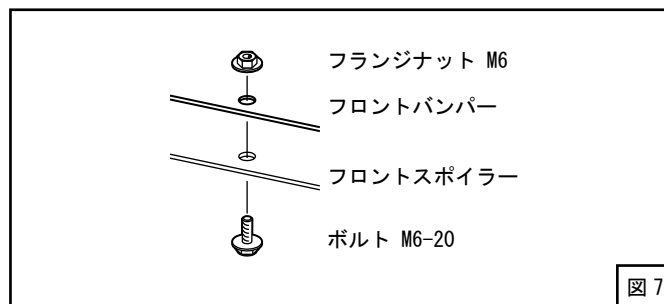

図 7
- (9) (5) で開けた穴にボルト M6-20 とフランジナット M6 を使用してフロントスポイラーをフロントバンパーに固定してください。(図7)